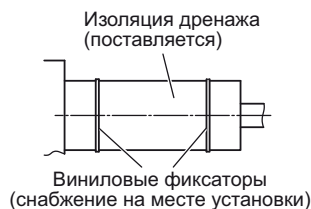

Рис.3-9
- После надежного подсоединения дренажной трубы, оберните вокруг трубы поставляемое уплотнение и изоляцию дренажной трубы, а затем закрепите ее виниловыми фиксаторами. (Рис. 3-9)